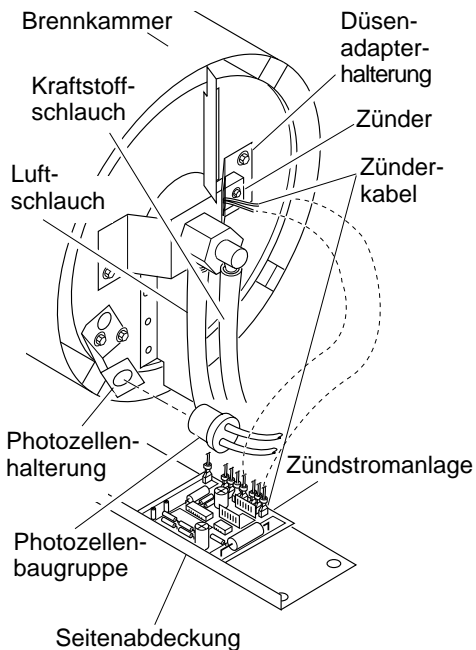

Abbildung 11 - Zündkabel von der Zündstromanlage abtrennen
4. Die Zünderkabel (schwarz) von der Zündstromanlage abtrennen (siehe Abb. 11). Die Zünderkabel durch das Loch im unteren Gehäuse nach oben ziehen.
5. Die Kraftstoff- und Luftschläuche abtrennen. Die Photozelle aus der Photozellenhalterung entfernen (siehe Abb. 11).